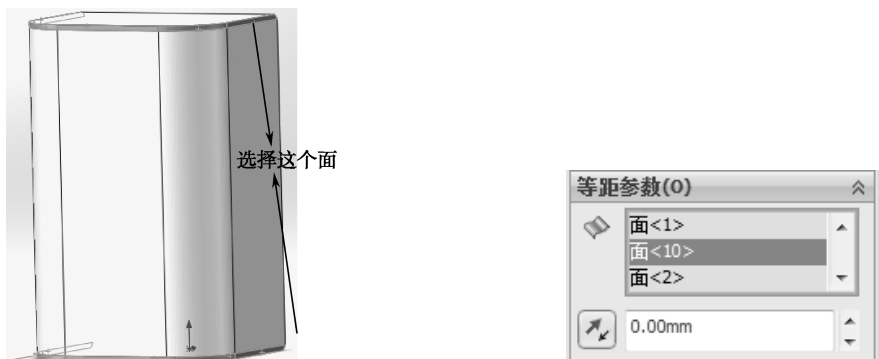

图 7-16 选择要等距的曲面和设置的参数
(9) 选择**等距曲面**  等距曲面，然后选择图 7-16 上面的面，等距距离设置为 0。